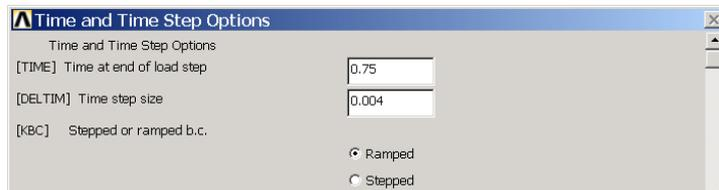

图10.36 时间步选项
(10) 单击 Main Menu>Solution>Solve>Current LS 菜单, 求解最初荷载步。
(11) 再次单击 Main Menu>Solution>Load Step Opts>Time/Frequenc>Time - Time Step 菜单, 弹出【Time and Time Step Options】对话框, 在【Time at end of load step】文本框中输入【0.75】, 然后单击【OK】按钮。如图 10.36 所示。